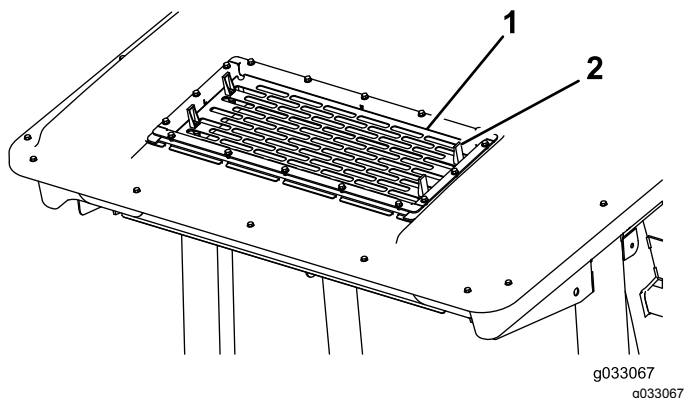

Рисунок 56
2. Поднимите 4 фиксатора на решетке кондиционера воздуха (Рисунок 56) и снимите решетку с верхней части кабины.